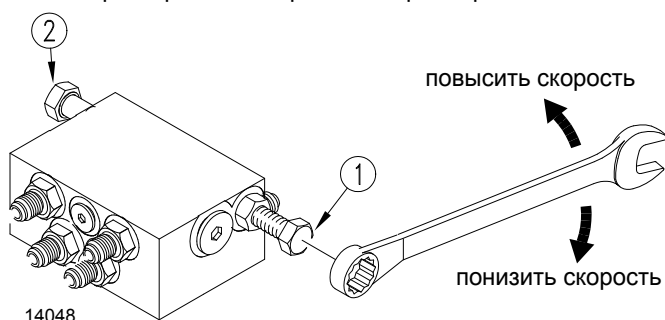

Рисунок 3-18
Настраивайте скорость складывания маркеров с помощью шестигранных регулировочных винтов на корпусе клапана последовательности. См. Рисунок 3-18. Один регулировочный винт предназначен для повышения скорости (1), а другой - для понижения скорости (2). На корпусе клапана нанесены указатели для того, чтобы различать регулировочные винты.